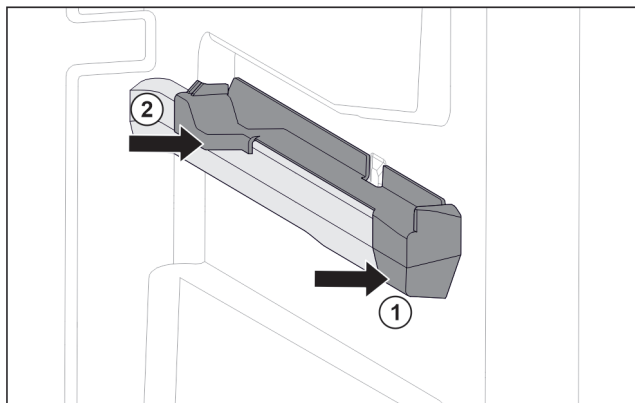

Fig. 60 Insteekelement op rechter containerrib
- ▶ Insteekelement voor tegen containerrib plaatsen. *Fig. 60 (1)*
- ▶ Insteekelement achter aandrukken. *Fig. 60 (2)*